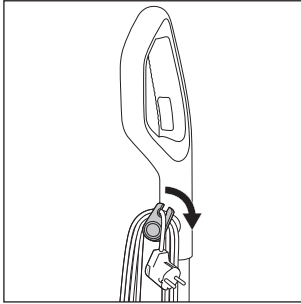

Abb. 16
- ♦ Wickeln Sie das Netzkabel **17** vollständig von den Kabelhaltern oben und unten **16/20** ab. Um das Netzkabel **17** schnell von den Kabelhaltern **16/20** abzuwickeln, ziehen Sie den oberen Kabelhalter **16** etwas heraus und drehen Sie diesen nach unten (siehe Abb. 16).